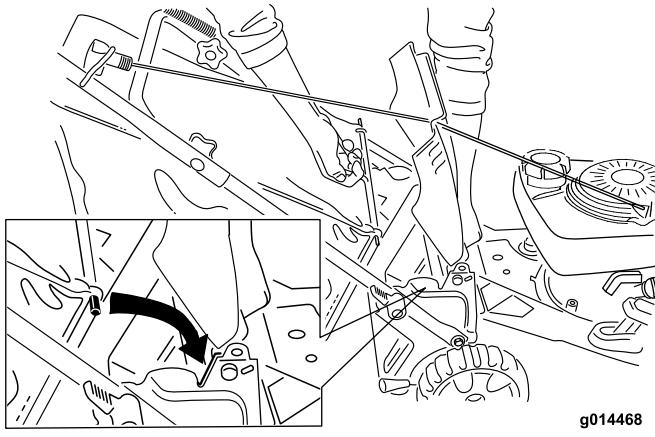

Figuur 20
2. Plaats de grasvanger; zie De grasvanger verwijderen \(bladz. 13\) en zet de grasvanghendel in de **opvangmodus** (Figuur 20).
Opmerking: Als de grasvanger op de machine zit, moet u die verwijderen alvorens de achteruitworp te gebruiken; zie De grasvanger verwijderen \(bladz. 13\). De grasvanghendel moet in de **grasvangmodus** staan (Figuur 20).